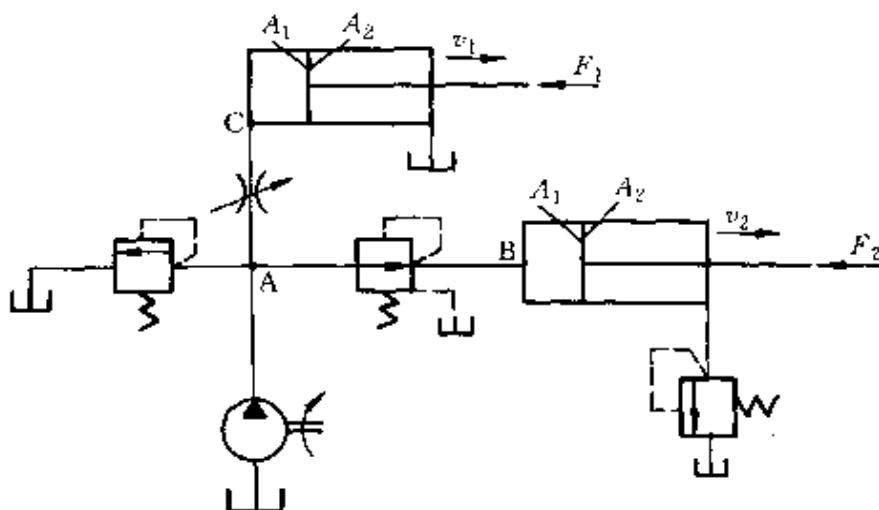

图 7-43 液压缸夹紧回路
**例 9** 在图 7-43 中, 已知  $A_1 = 100 \text{ cm}^2$ ,  $A_2 = 50 \text{ cm}^2$ , 负载  $F_1 = 14 \text{ kN}$ , 负载  $F_2 = 4.25 \text{ kN}$ , 背压力  $p = 0.15 \text{ MPa}$ , 节流阀压差  $\Delta p = 0.2 \text{ MPa}$ , 不计管路损失, 求 A、B、C 各点的压力; 泵和阀各应选用多大的额定压力; 若  $v_1 = 3.5 \text{ cm/s}$ ,  $v_2 = 4 \text{ cm/s}$  时, 泵和各阀应选用多大的额定流量。